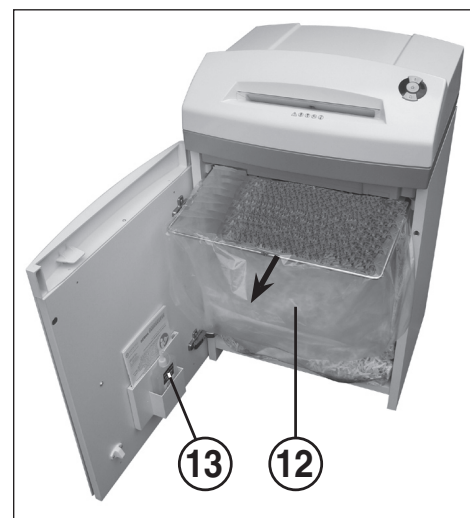

Fig. 4
12 = Saco colector de papel (Fig. 4)
13 = Recipiente de óleo (Fig. 4)
ESVAZIAR O SACO COLECTOR PARA PAPEL (Fig. 4):
Abra a porta. O indicador de controlo (8) acende-se e o indicador LED (4) do botão de retrocesso (4), bem como o indicador de controlo (7) **piscam**. Retire o recipiente de óleo (13) (Fig. 4) do suporte da porta e volte a fechá-la.